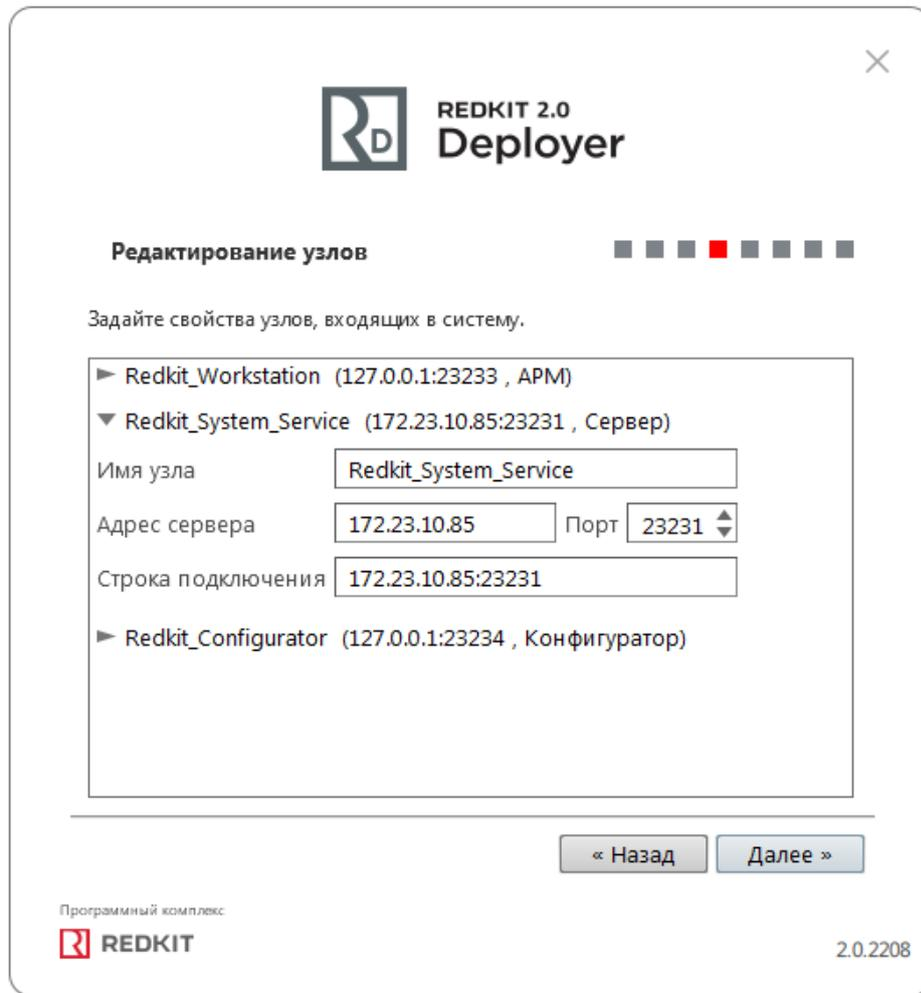

Рисунок 104 - Редактирование узлов
**10.** Убедитесь, что сетевые параметры узлов корректно указаны (Рисунок 104, Таблица 17), т.е.: